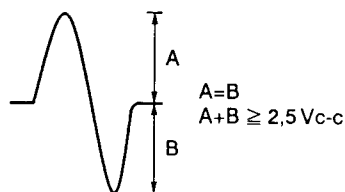

Figure 8
3. Tout en regardant l'écran de l'oscilloscope, appuyer sur la touche PROGRAM après l'enfoncement de la touche RANDOM et observer la forme d'onde de la Figure 8, pendant quelques instants. Vérifier que l'amplitude atteint au moins 2,5 Vc-c et que les amplitudes positive et négative soient égales. Comme la forme ne sort que pour un moment, quand la touche PROGRAM est enclenchée, appuyer sur à plusieurs reprises sur cette touche, jusqu'à ce que la forme d'onde ait été vérifiée.